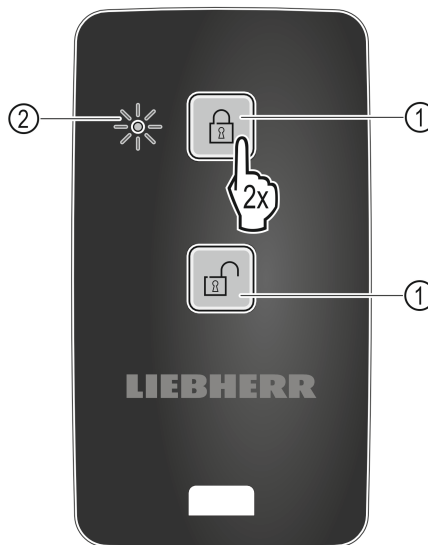

Fig. 101
- ▶ Een toets op de afstandsbediening Fig. 101 (1) twee keer indrukken.
- ▷ De statusled Fig. 101 (2) op de afstandsbediening knippert drie keer.